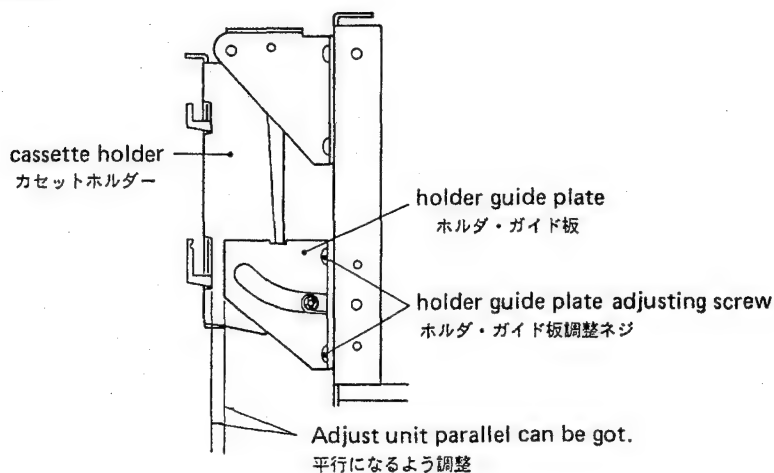

Fig. 5-12
1. Adjust the holder guide plate's mounting position so that when the cassette holder in which the cassette tape is inserted is closed, the parallel condition shown in Fig. 5-12 is obtained.
1. カセットがそう入されたカセット・ホルダを閉じて、図5-12に示す平行状態が得られるようにホルダ・ガイド板の取付位置を調整する。